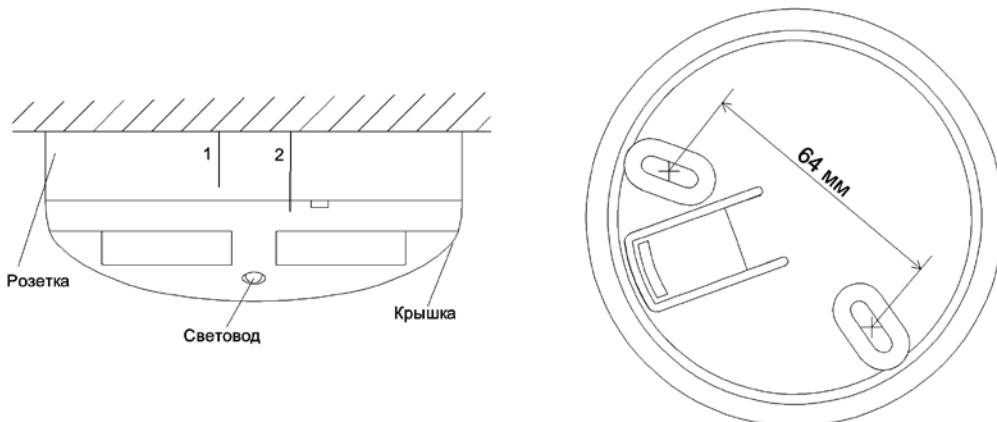

Рисунок 11-3
- При установке извещателя в розетку необходимо совместить рискну на корпусе извещателя с «короткой риской 1» на розетке и повернуть его по часовой стрелке до совмещения с «длинной риской 2» (см. Рисунок 11.3).